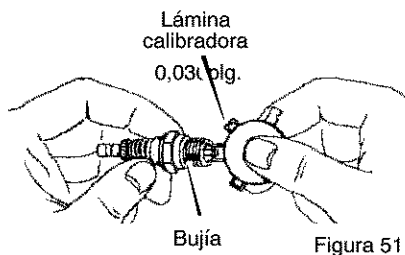

Figura 51
2. Revise el **entrehierro de la bujía** usando una **lámina calibradora** y restablezca el entrehierro a 0,030 plg. si fuera necesario. Figura 51.